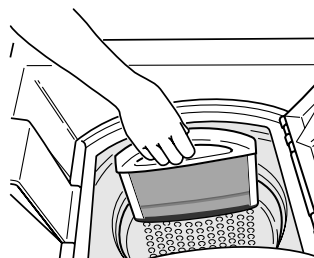

Fig. 11
– Enlevez-le de son logement en tirant de bas en haut (Fig. 11).